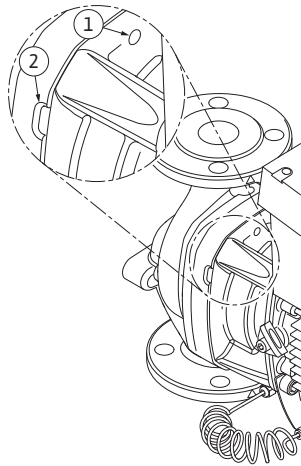

Fig. 51: Orifícios roscados e ranhuras para afastar o conjunto de encaixe do corpo da bomba
13. Afastar o conjunto de encaixe (ver Fig. 13) do corpo da bomba. Para o efeito, recomenda-se a utilização de dois orifícios roscaados (Fig. 51, pos. 1), sobretudo para soltar o alojamento. Para soltar o alojamento, introduzir parafusos adequados nos orifícios roscaados. Se o conjunto de encaixe se mover com facilidade, podem ser utilizadas adicionalmente ranhuras (Fig. 51, pos. 2) entre o corpo da bomba e a lanterna para o afastamento (para isso, colocar, p. ex., duas chaves de fendas e utilizá-las como alavanca). Após um curso de afastamento de cerca de 15 mm, o conjunto de encaixe já não é conduzido no corpo da bomba.